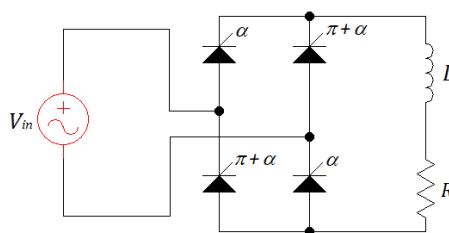

Figura 4
4. El rectificador controlado de la figura 4, se alimenta con $V_s = 30(b+c)V$, $f = 60\text{Hz}$; si $R = (a+b+c)\Omega$; $L = 60\text{mH}$ y $\alpha = 45^\circ$; determinar: a) los tiempos t_1 y t_e , el ángulo de extinción para la señal de entrada y el tipo de corriente que corresponde, dibuje las señales de v_o e i_o , b) Las corrientes y tensiones dc y rms, las potencias activa y aparente, el factor de potencia, la eficiencia y los factores de rizo.